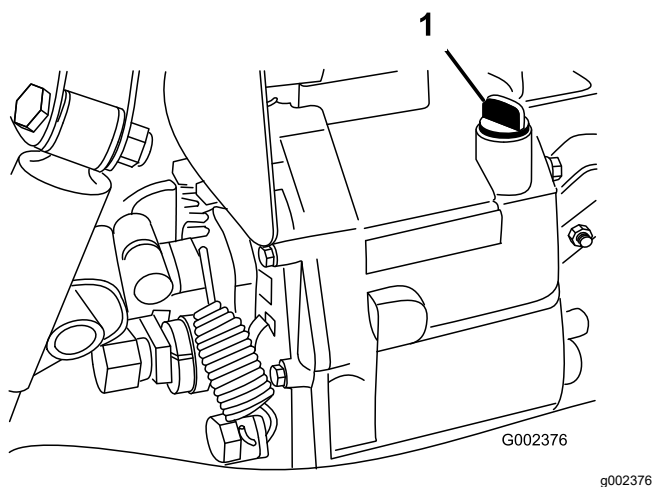

Figura 69
4. Limpie la zona alrededor de la varilla (Figura 69).